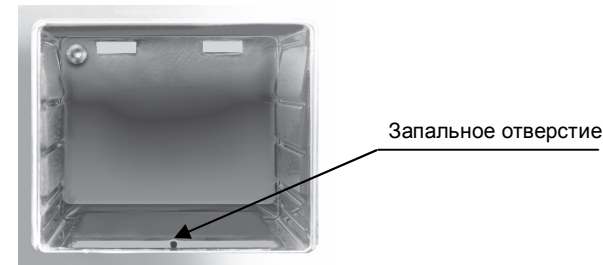

Рисунок 11 – Зажигание горелки духовки
- 7.6 **Зажигание горелки духовки** (см. рисунок 11);